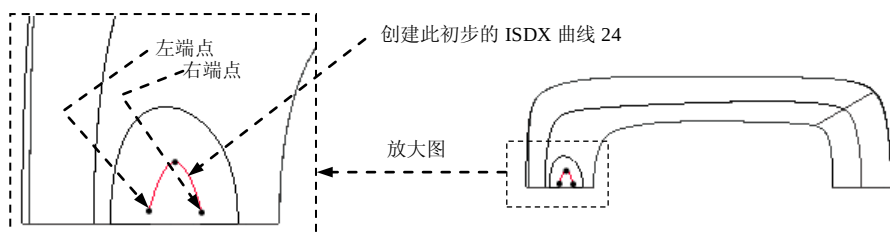

图 8.8.76 创建初步的 ISDX 曲线 24
(2) 单击  按钮, 选择 Course_v1 视图。
(3) 创建初步的 ISDX 曲线 24。单击 **样式** 功能选项卡 **曲线** 区域中的“曲线”按钮 , 在操控板上单击  按钮, 绘制图 8.8.76 所示的初步的 ISDX 曲线 24, 然后单击操控板中的  按钮。
(4) 编辑初步的 ISDX 曲线 24。
① 单击 **样式** 功能选项卡 **曲线** 区域中的“曲线编辑”按钮 。单击图 8.8.76 中初步的 ISDX 曲线 24。